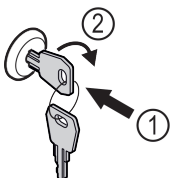

Fig. 171
- ▶ Iespiediet atslēgu Fig. 171 (1).
- ▶ Grieziet atslēgu par 90° pulksteņrādītāja virzienā Fig. 171 (2).